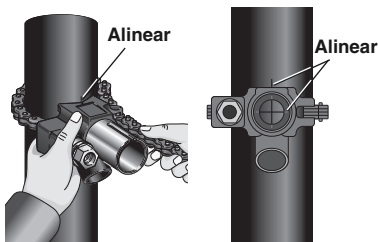

Figura 3 – Alineamiento de la guía con la marca colocada donde se perforará el agujero
2. Agarre bien la guía para la broca y colóquela rectamente con la base en forma de V contra el tubo, con la conexión para la aspiradora orientada hacia abajo. Debe alinear las ranuras de orientación de la guía con las marcas colocadas en el tubo para centrar el agujero (Figura 3).